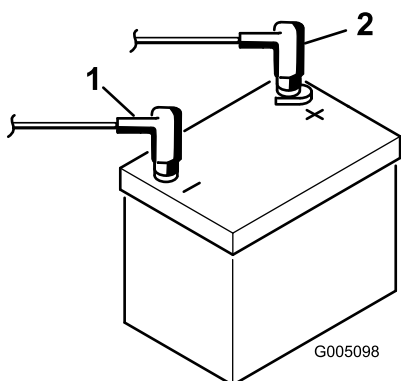

Figura 6
2. Dal solenoide del motorino di avviamento, collegate il cavo positivo (rosso) della batteria al polo positivo (+) della batteria (Figura 6). Fissatelo saldamente con una chiave e spalmate della vaselina sul morsetto.